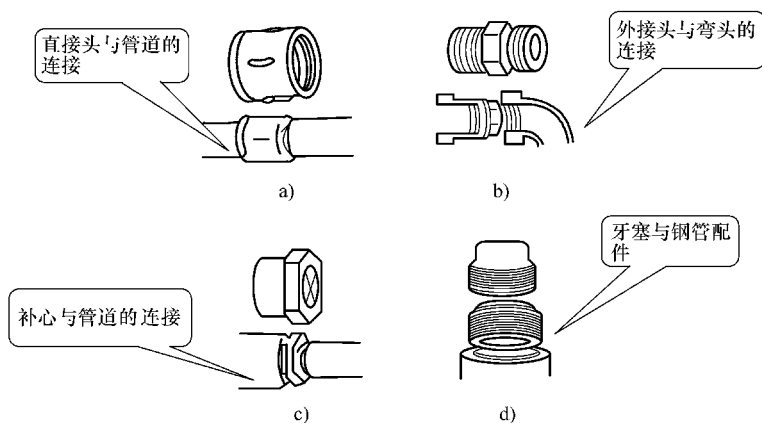

图 5-3 各种配件与管道的连接
3) 连接。连接时要在内、外螺纹上加上一定的填充料。以前的做法是先缠绕一层油麻丝，再涂上薄薄一层厚白漆，然后旋上连接件，目的是防漏、防锈。现在大多采用白色的生料带，用这种材料缠绕在管子的外螺钉上，作为密封填料，性能较好，而且安装简单、清洁。各种配件与管道的连接，分别如图 5-3 所示。